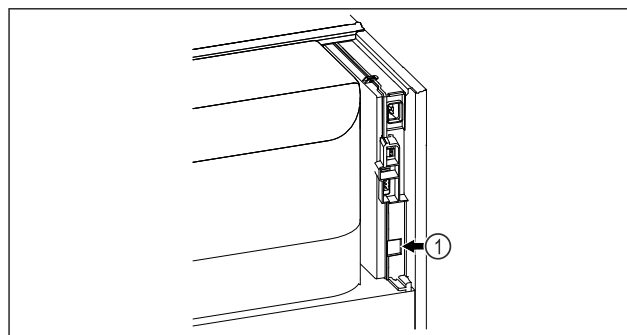

Fig. 100
- ☐ SmartModule Fig. 100 (1) è inserito.